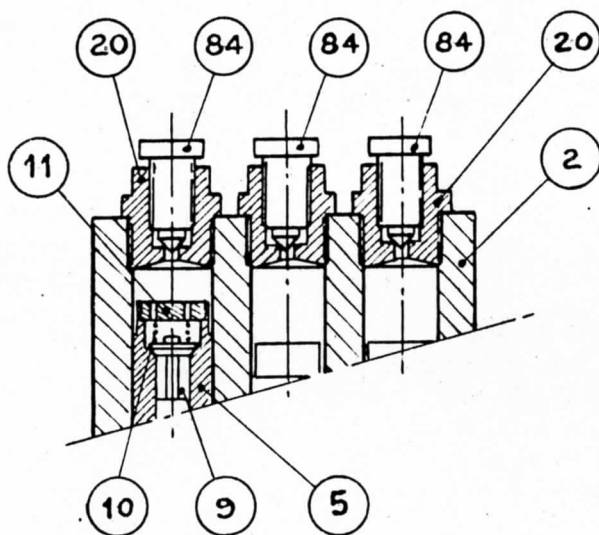

FIG. 9
Les bouchons (20) assurant la fermeture des 3 cylindres (Fig.1-2) sont percés et munis chacun d'une vis pointeau (84) (Fig.9).